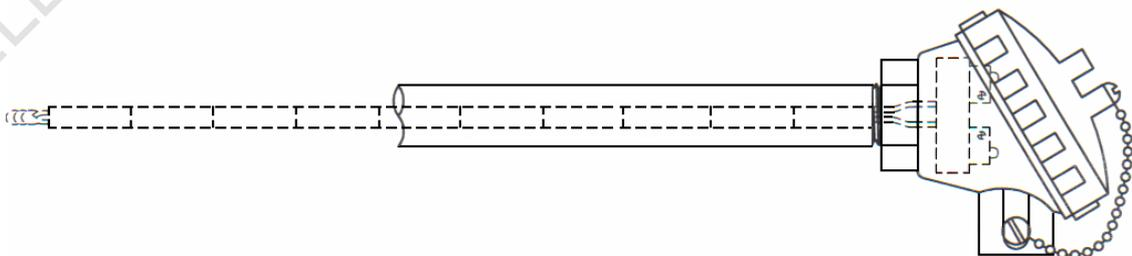

Fig. 6 CABEZA DE CONEXIÓN
**-Cabeza de conexión:** es una caja de protección para el block terminal, con aberturas roscadas para conectarse al tubo protector o al termopozo y a un conduit. (Fig. 6).